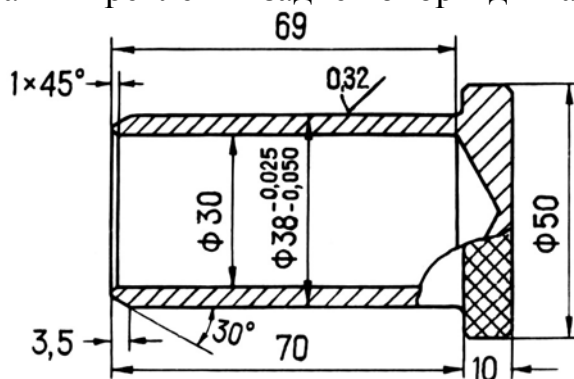

Рис. 3.2.44. Пробка-заглушка отверстия в удлинителе коробки передач
- закрыть отверстие в удлинителе пробкой - заглушкой (рис. 3.2.44);